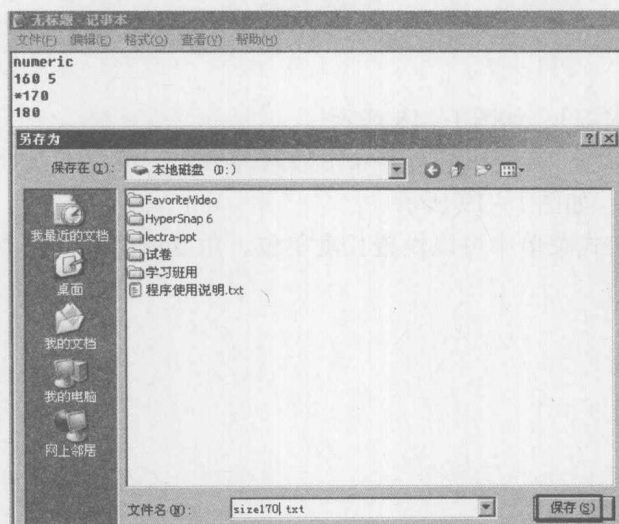

图 1-14
②存盘: 在【文件】中点击【另存为】, 选存盘路径和文件名: size170, 后缀名自动为 .txt, 点击保存即可, 如图 1-14 所示。